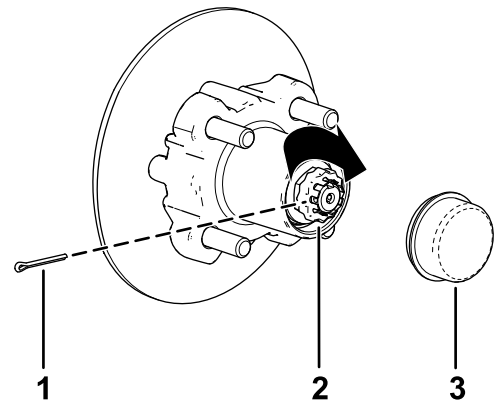

Figura 33
8. Instale o retentor por cima da porca e verifique o alinhamento da ranhura no retentor e o orifício no eixo para o contrapino (Figura 33).
9. Coloque o contrapino e dobre as pernas em torno do retentor (Figura 33).
10. Coloque o tampão antipoeira no cubo (Figura 33).